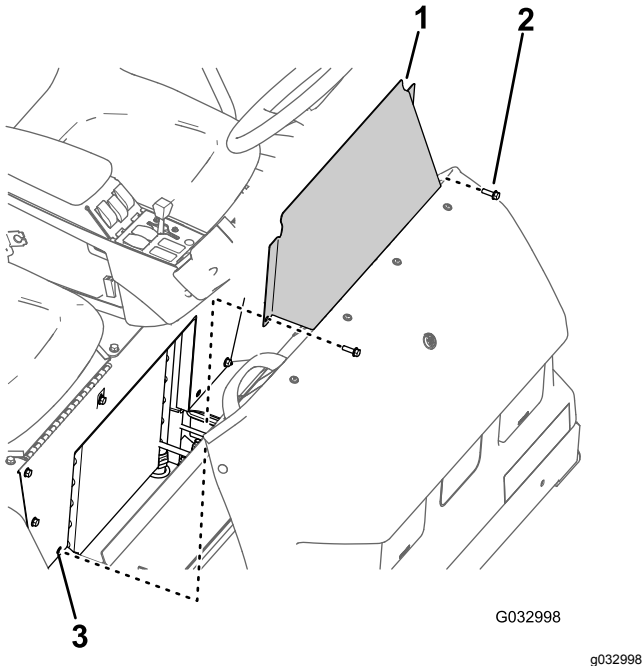

Figura 60
1. Retire los 2 pernos con arandela prensada que sujetan el panel de acceso de la base del asiento (Figura 60).
2. Retire el panel de acceso de la base del asiento de la máquina (Figura 60).
1. Alinee los taladros del panel de acceso de la base del asiento con los taladros de la base del asiento (Figura 60).
2. Monte el panel de acceso de la base del asiento en la base del asiento con los dos pernos con arandela prensada (Figura 60) que retiró en el paso 1 de Retirada del panel de acceso de la base del asiento (página 55).